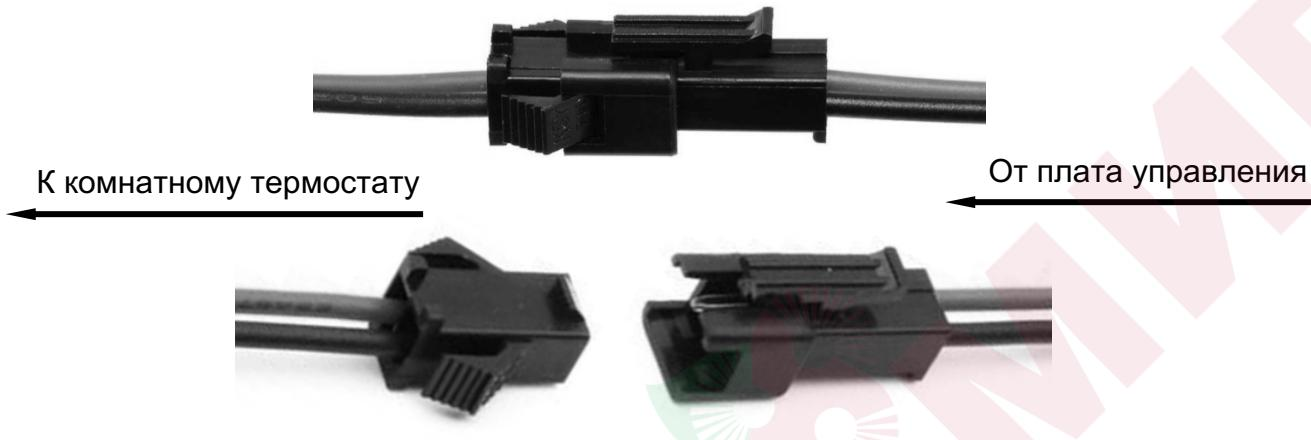
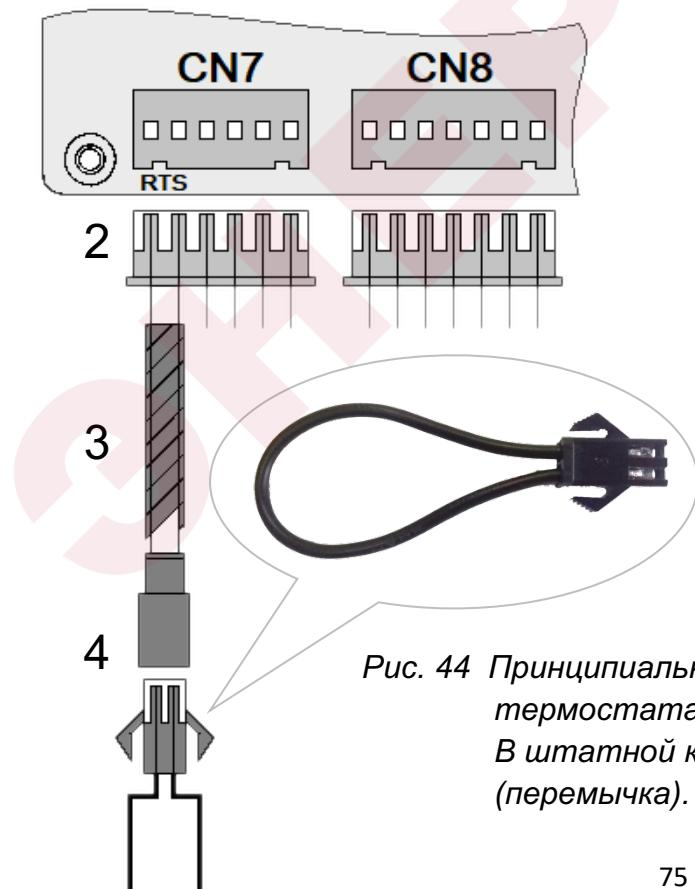

Рис. 43 Двухконтактный коннекторный разъём «папа-мама».
Рис. 44 Принципиальная схема подключения комнатного термостата (опция) к плате управления котлом. В штатной комплектации котла стоит шунт (перемычка).
Данный коннекторный разъём подсоединен к двум электропроводам коричневого и чёрного цвета (См. Рис. 43) в электроизоляционной трубке. Электропровода присоединены к штекерному гнездовому разъёму **CN7** «мама», который присоединяется к штекерному штырьковому разъёму **CN7** «папа», расположенному на плате управления котлом (См. Рис. 44).
- Отсоединяем двухконтактный разъём «мама» с шунтом (перемычкой) от разъёма «папа» (См. Рис. 43). Разрезаем перемычку на разъёме «мама» строго посередине.
- Обратно подключаем двухконтактный коннекторный разъём «мама» к разъёму «папа» (См. Рис. 43)
- Отсоединяем двухконтактный коннекторный разъём «мама» с шунтом (перемычкой) от разъёма «папа» (См. Рис. 43).